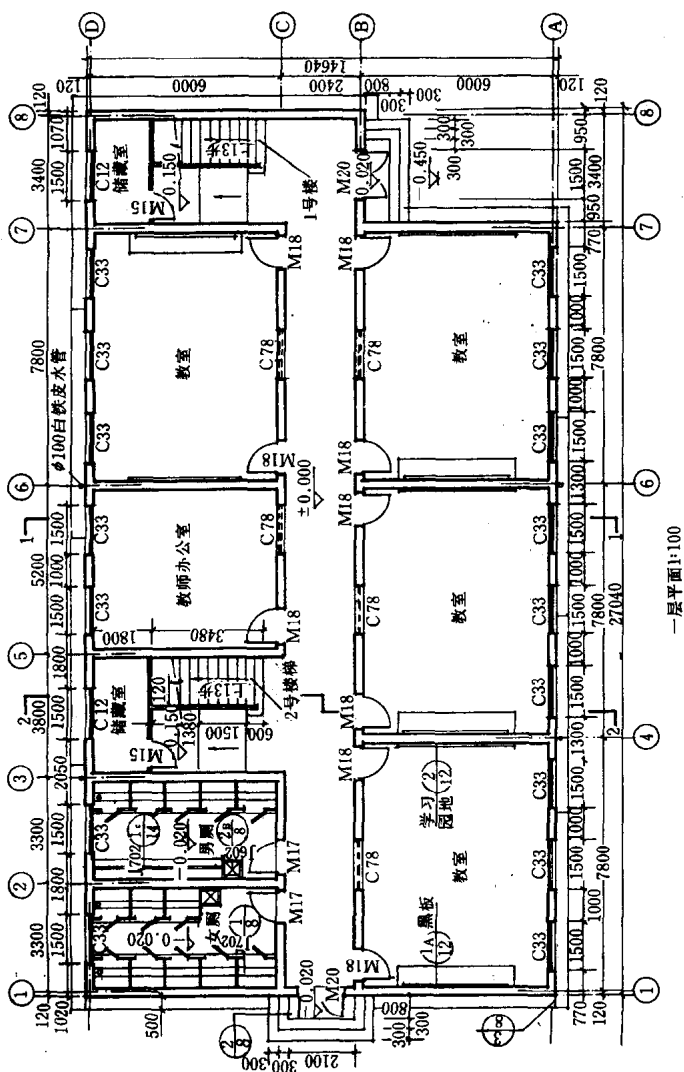

图 1-2 建筑平面图
(2) 识读建筑平面图:图 1-2 所示为该教学楼的一层平面图,可以从以下几方面识读: